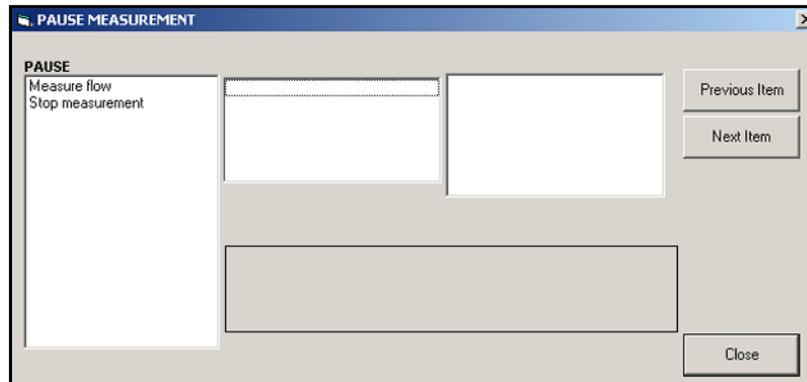

Figura 19: Ventana *Pause Measurement*
2. Amplíe la opción *Edit Functions* y haga doble clic en la entrada *Pause Measurement*. Se abre una ventana similar a la de la *Figura 19*.